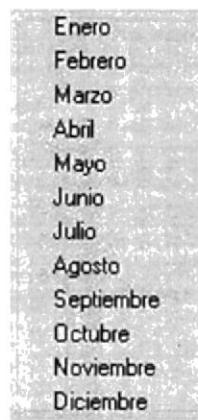

Figura 10.21 Opción de Meses
3. Para elegir el mes que quiere que aparezca en el calendario debe dar click en la parte del mes actual **Enero** y aparecerán los meses a elegir (ver figura 10.21)